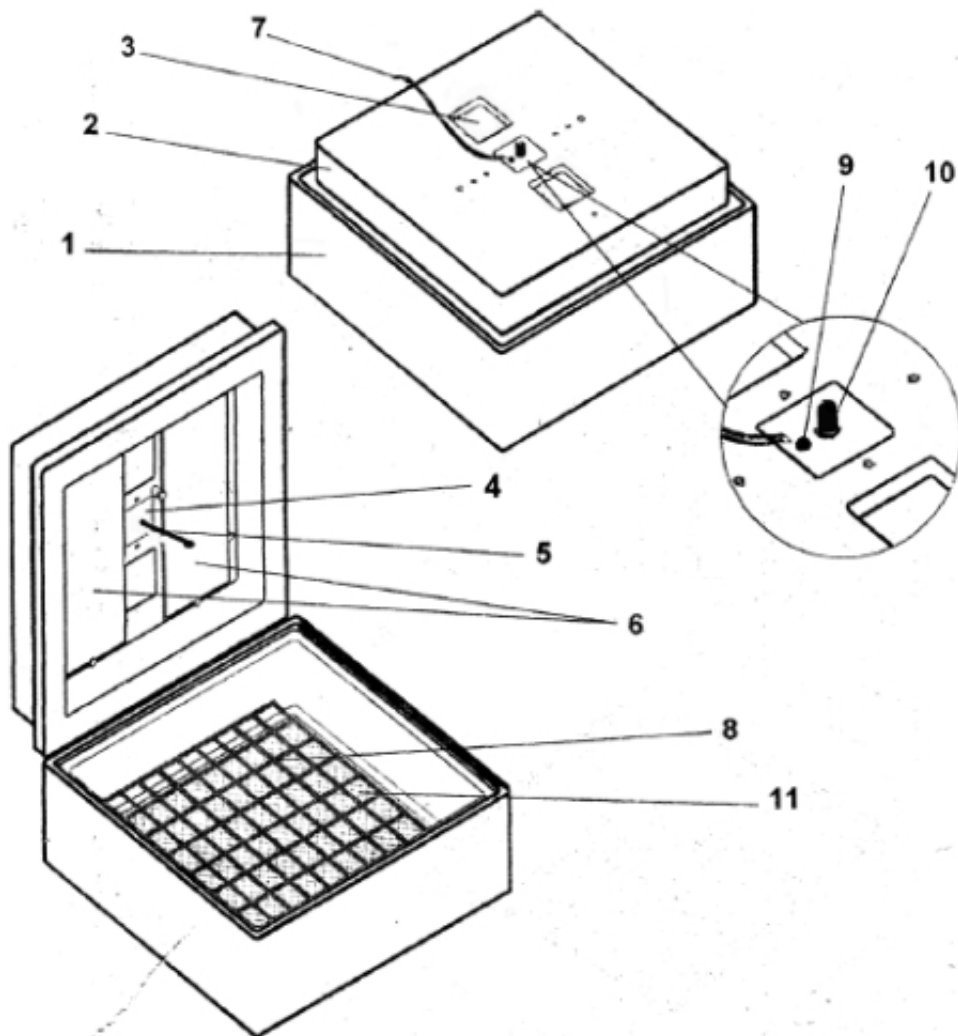

Рисунок 1. Устройство бытового инкубатора; «Несушка»
- 5.2. Внешний вид и устройство инкубатора представлены на рис. 1.
6.2. На дно корпуса 1 укладывается решетка 8, гладкой стороной вверх. (рис. 1)